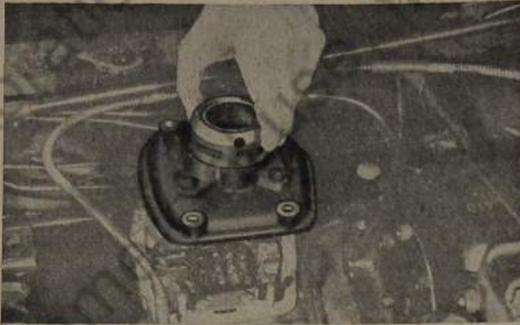

Bild 454: Schalturm mit Sperrplatte abheben
3. Schalturm mit Sperrplatte abheben (Bild 454).